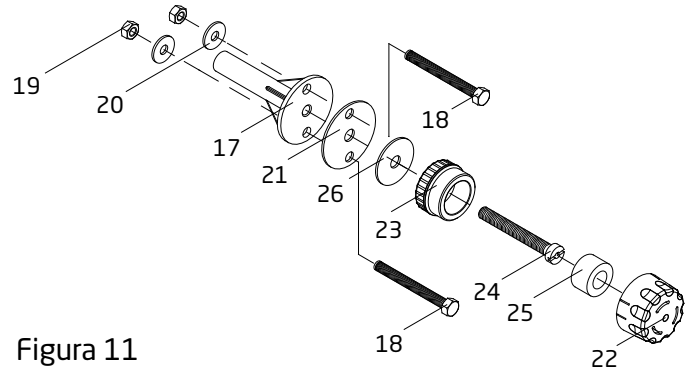

Figura 11
D. Instalar el anillo de la manguera (*parte #25*) y encajar la parte superior del regulador de aire (*parte #22*) en su lugar. Ver *Figura 11 para el ensamble del regulador de aire*.